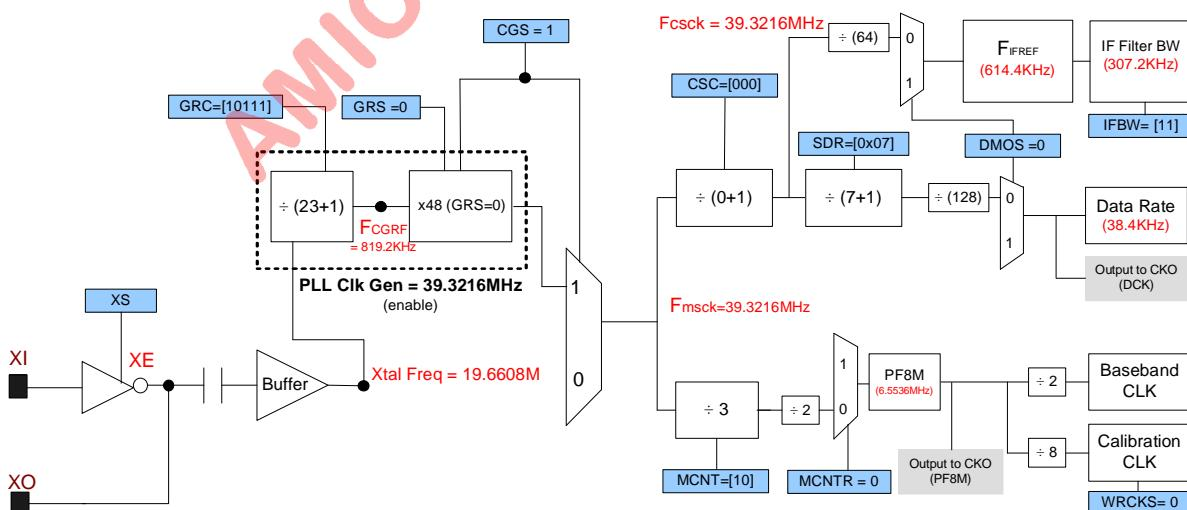

Figure 12.5 Configurations of 38.4Kbps when IFBW = 307.2KHz
5. 如果 IFBW 设定为 [11]。因为 F_{IFREF} ，IFBW 将会从 250KHz 变成 307.2KHz。(如果 IF Filter 校正成功，较高的 F_{IFREF} 会导致较大的 IF 频宽)。请参考图 12.5，并设定不同的 CSC 与 F_{CSCK} 。